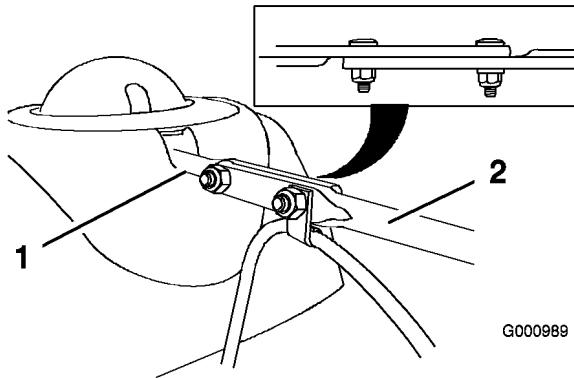

Figure 9
3. Alignez l'extrémité plate arrière de la longue tige d'orientation de l'éjecteur sur l'extrémité plate avant de la tige courte qui part du panneau de commande, de façon à les engager l'une dans l'autre (Figure 9).